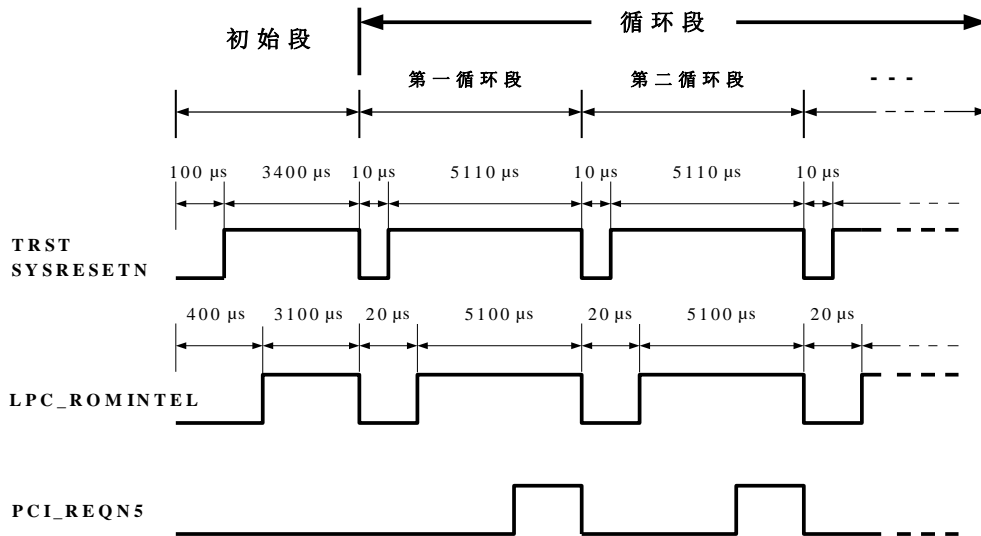

图 A.4 老炼 RAM 翻转时序图
- c) 在 TRST、SYSRESETN 和 LPC\_ROMINTEL 端口输入如图 A.4 所示信号;
- d) 在循环段检测输出端 PCI\_REQN5 波形是否如图 A.4 所示;检测 PCI\_AD01 和 PCI\_AD06 的输出是否持续为低电平。